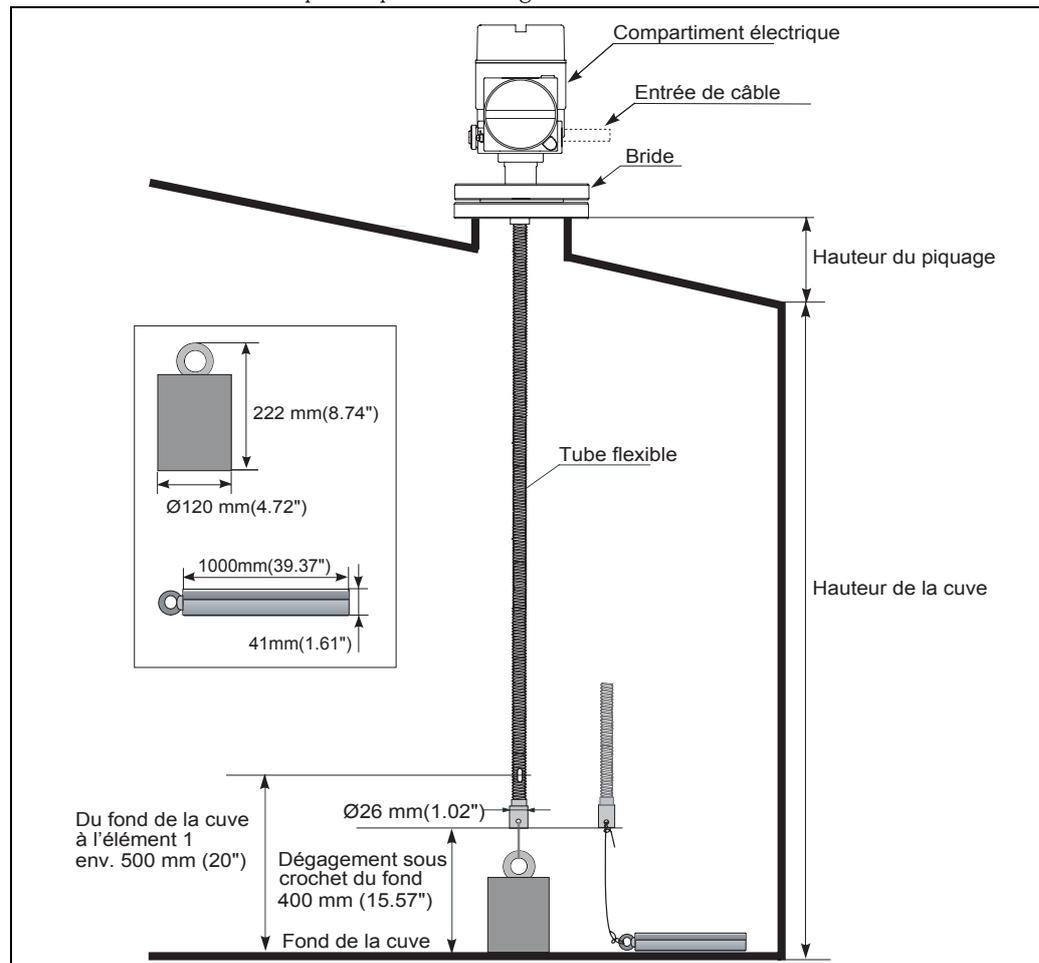

Fig. 11 : Application avec poids d'ancrage
- Enroulez le fil de tension deux fois autour du trou du crochet de fond, serrez-le et enroulez le fil fourni autour (voir fig. 11).
- Serrez le fil de tension entre l'extrémité inférieure du tube flexible et le poids d'ancrage. Enroulez le fil de tension deux fois autour de chaque arrimage et passez un fil autour (voir fig.11).